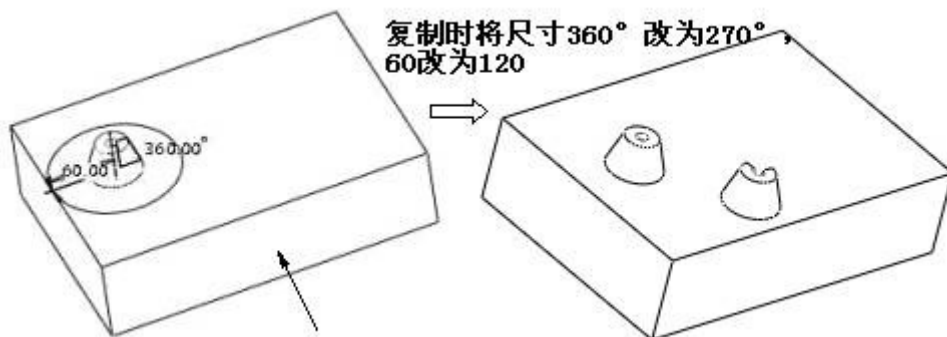

图 7-6 练习 7-6 操作示意图
【练习 7-6】： 打开附盘“\ch07\7-6.prt”文件，使用【平移】命令完成如图 7-6 所示的模型。
- (1) 在【复制特征】菜单依次单击【移动】、【选取】、【独立】、【完成】选项。
- (2) 系统提示选择要复制的特征，在模型树中选择圆台特征。
- (3) 单击【移动特征】菜单中的【平移】选项。
- (4) 以平面方式确定复制特征的平移方向，选择图 7-6 中箭头指示的平面。
- (1) 在信息区显示的文本栏中输入偏移尺寸值“80”，按回车键确认。
- (2) 单击【移动特征】菜单中的【完成移动】选项。
- (3) 在【组可变尺寸】菜单选择“Dim2”和“Dim3”，在信息区显示的文本框中按图 7-6 所示输入尺寸值。